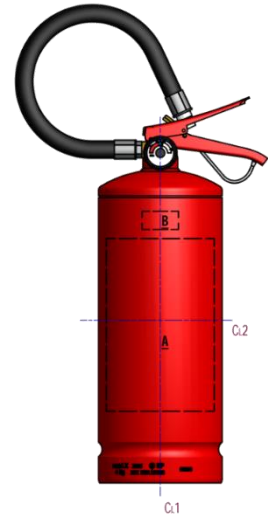

Figura 8 - Posicionamento do Quadro de Instruções
- Imaginariamente, crie uma linha de centro no sentido vertical extintor, tendo como base o indicador de pressão, conforme indicação "**CL1**" da Figura 8.
- Novamente, crie outra linha de centro imaginária no sentido horizontal do recipiente do extintor, desconsiderando os frisos, conforme indicação "**CL2**" da Figura 8.
- O selo de identificação da conformidade do INMETRO deverá ficar centralizado com a linha de centro vertical (“**CL1**”), logo acima do quadro de instruções, conforme retângulo tracejado com indicação “**B**” da Figura 8.